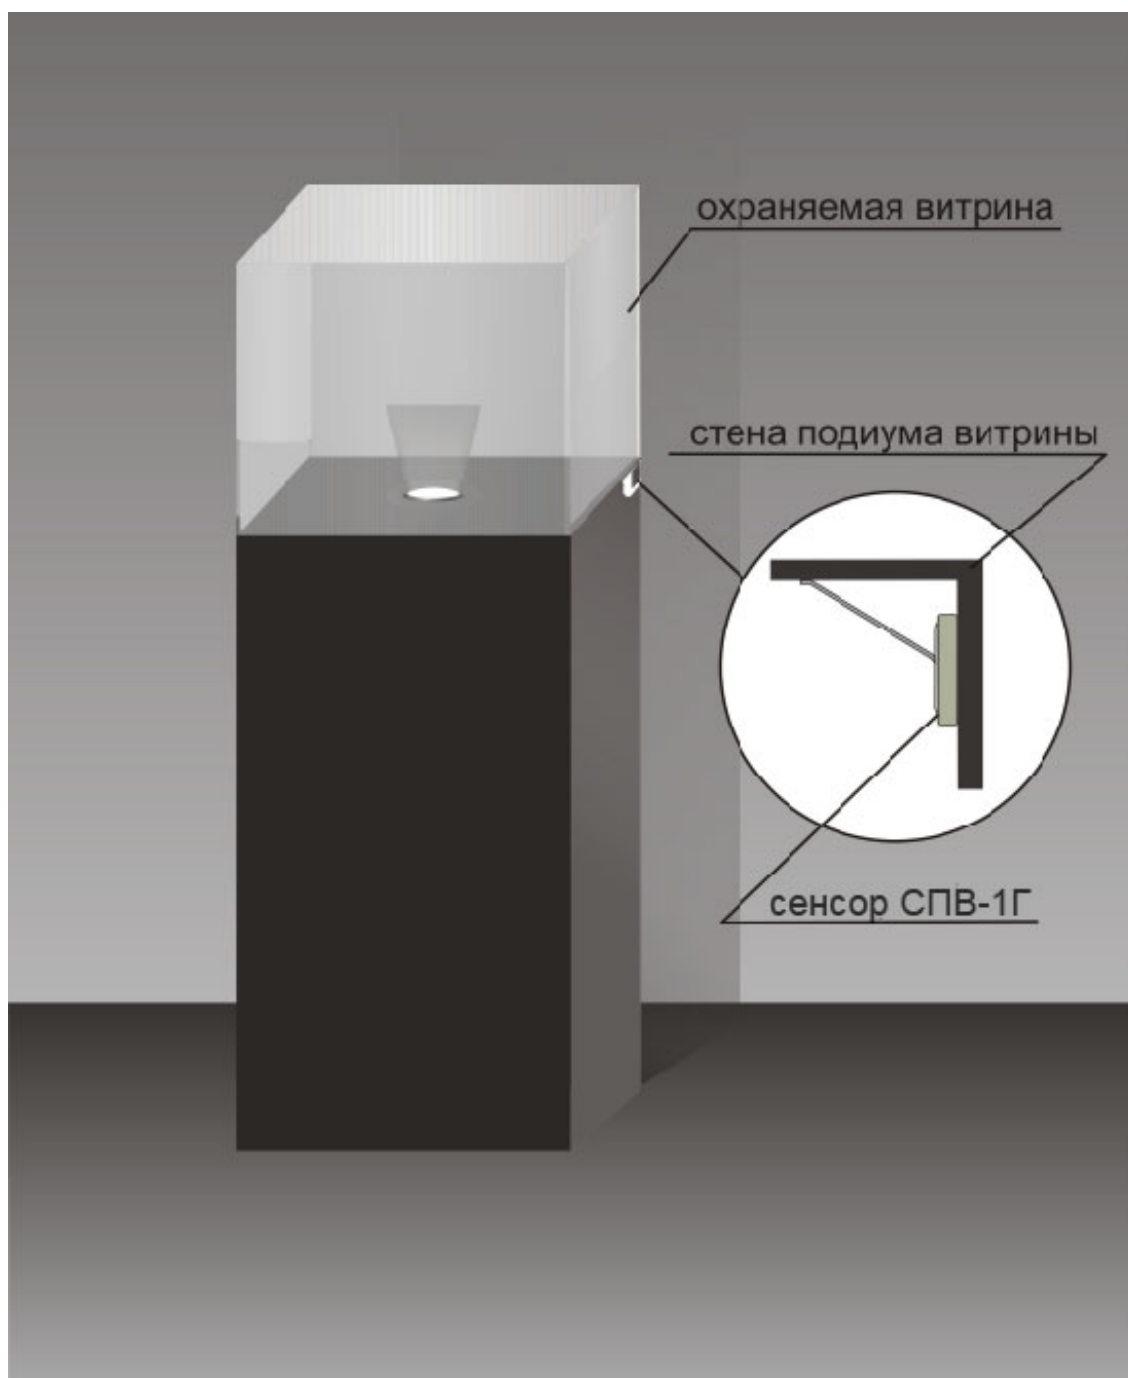

Рисунок 2.10
2.2.5.2 Сенсор СПВ-1Г размещают внутри витрины в углу, между двумя ее смежными сторонами (рисунок 2.10). Порядок монтажа сенсоров СПВ-1Г приведен в Приложении В. Предпочтительно скрытое расположение сенсора.